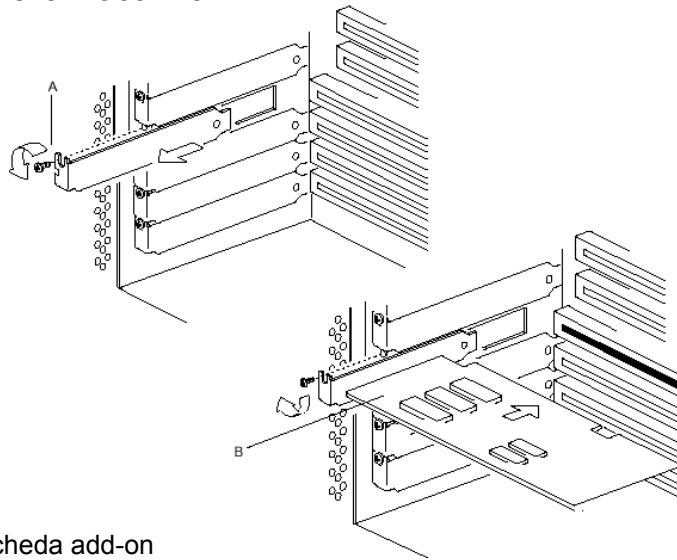

Figura 6. Inserimento scheda add-on
4. Inserire la scheda nello slot scelto come mostrato in figura 6. assicurandosi che la scheda sia inserita a fondo nello slot, quindi fissarla allo chassis con l'apposita vite prima di richiudere la macchina.